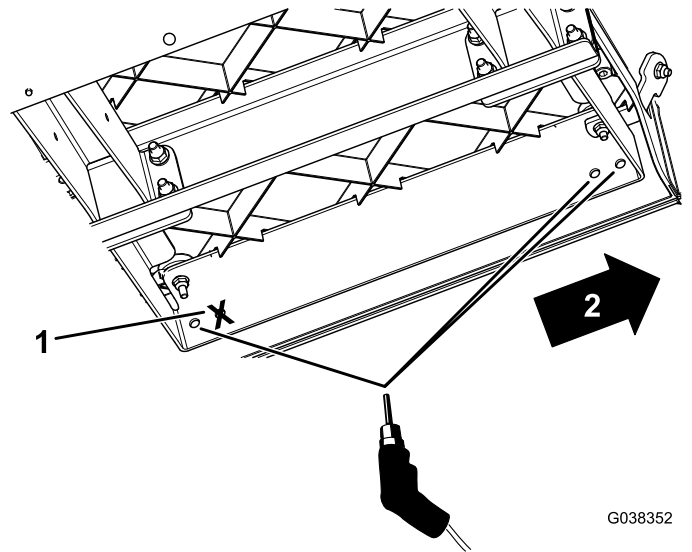

Рисунок 6
- Используя новые опоры панелей пола в качестве шаблона, просверлите три отверстия (диаметром 9,5 мм) в каждой панели пола (Рисунок 6).
Внимание: Просверлите только два передних отверстия в новых опорах панели пола и самое дальнее заднее отверстие, как показано на Рисунок 6.